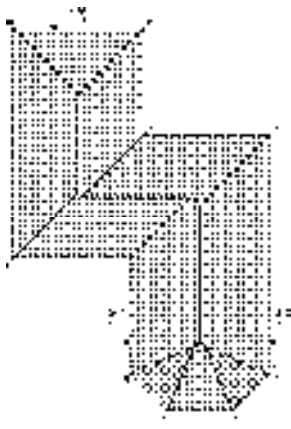

图 13-151 图案填充
10) 调用“图案填充”命令，沿用绘制三层平面图中的局部屋顶填充图案的方法，为屋顶绘制填充图案，结果如图 13-151 所示。